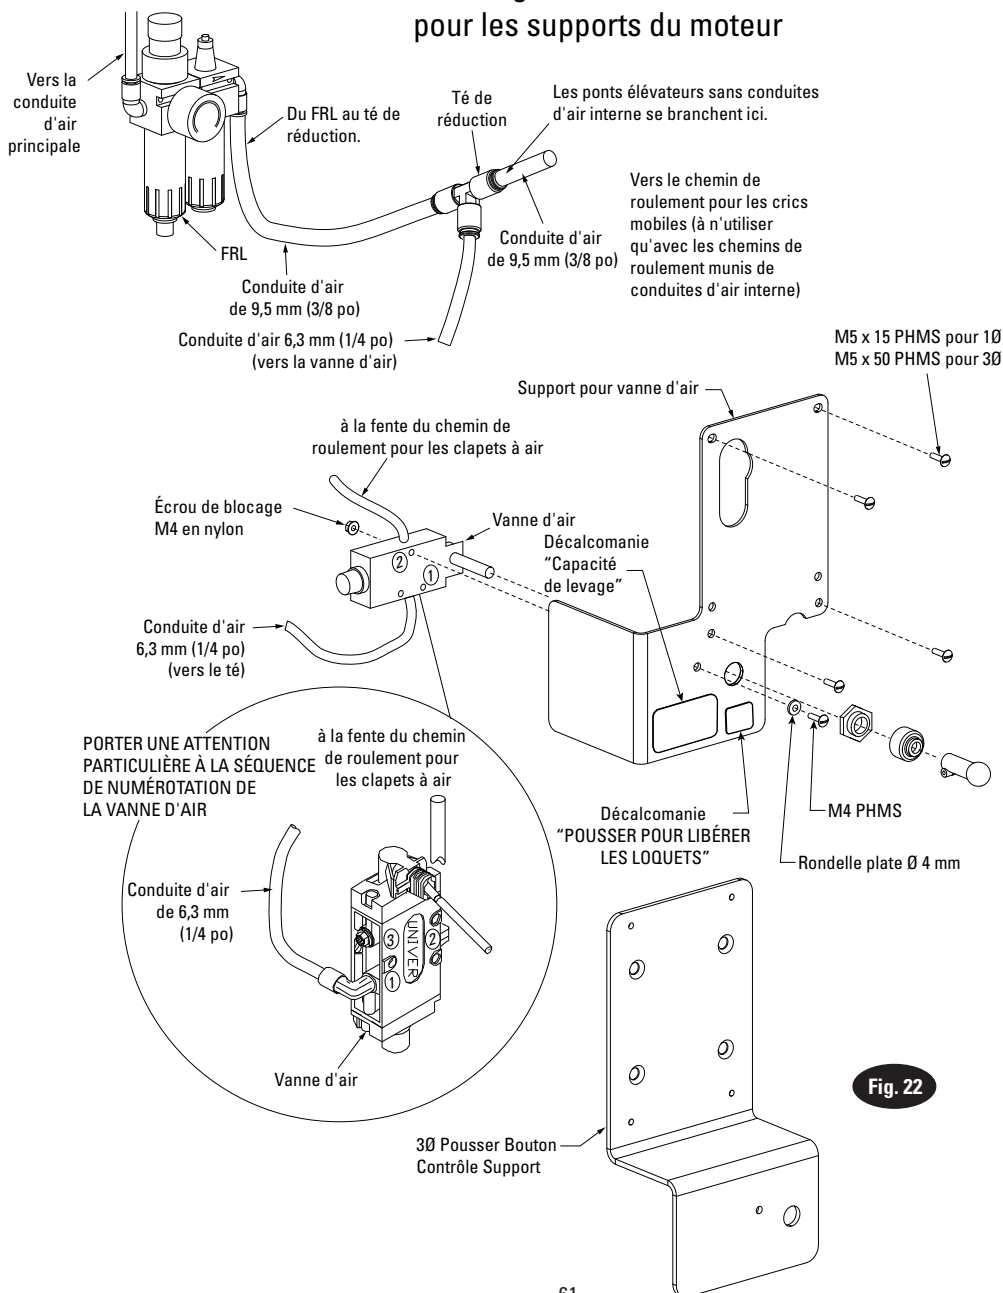
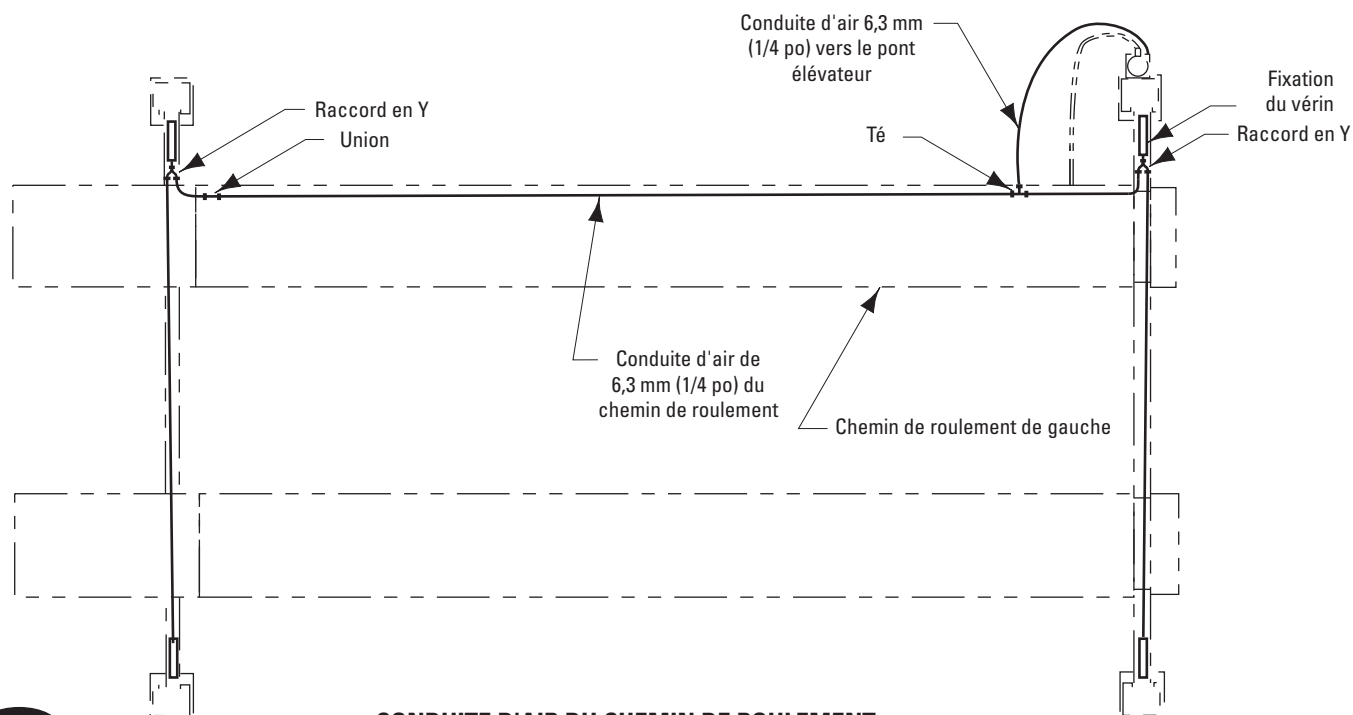

Fig. 22
Fig. 25
- D. Passer le tuyau hydraulique à partir du chemin de roulement en passant par la fente du chemin de roulement au coude, Fig. 22. NE PAS utiliser du ruban de téflon sur les raccords de tuyaux hydrauliques. Nettoyer le coude et le flexible. Inspecter tous les filets s'ils ne sont pas endommagés et les extrémités des flexibles pour s'assurer qu'ils sont sertis. Installer le flexible au coude en utilisant la procédure des raccords coniques.
- B. Installer une conduite d'air de 9,5 mm (3/8 po) entre le circuit d'air principal existant et le FRL. Installer une conduite d'air de 9,5 mm (3/8 po) du FRL au té de réduction, Fig. 22.
- C. Brancher la vanne d'air au té de réduction, Fig. 22.
- D. Brancher la vanne d'air au support à air voir la (or 3Ø Push Button Control Bracket when used) Fig. 22.
Enlever les décalcomanies d'avertissement du couvercle du moteur. Dévisser le couvercle du moteur. Poser le support de la vanne d'air sur le dessus du couvercle du moteur de sorte que l'interrupteur de levage sorte de l'ouverture du support de la vanne d'air. Visser le support de la vanne d'air et le couvercle du moteur à l'aide des (4) anciennes vis M5 x 15 PHMS du couvercle du moteur monophasé ou les vis M5 x 50 PHMS fournies pour le moteur triphasé, Fig. 22.
- F. Poser la décalcomanie NP280 ("POUSSER POUR LIBÉRER LES LOQUETS") et NP864 (CAPACITÉ DU PONT ÉLEVATEUR) ci-jointe, sous le bouton du support de la vanne d'air, Fig. 22. Passer une conduite d'air de 6,3 mm (1/4 po) de la vanne d'air à la fente du chemin de roulement fixe. Couper la conduite d'air et poser un té, Fig. 25, 22.
- G. Passer une conduite d'air de 6,3 mm (1/4 po) du té de l'étrier avant jusqu'à la sortie d'air sur la vanne d'air, Fig. 22, et Fig. 25.
- H. Si le pont élévateur dispose de l'air en interne, enlever le bouchon du té de réduction et brancher une conduite spiralée à l'intérieur du chemin de roulement, Fig. 22.